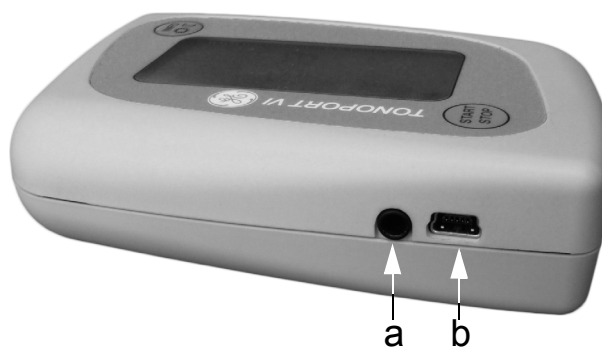

Рис. 5-1 Гнезда для кабеля подключения к ПК:
- с помощью кабеля 2001589-040, если используется USB-порт монитора TONOPORT VI (b, Рис. 5-1)
- с помощью кабеля 2001589-011, если используется последовательный порт монитора TONOPORT VI (a, Рис. 5-1)
Чтобы использовать USB-порт монитора TONOPORT VI (b, Рис. 5-1), необходимо сначала установить драйвер USB и проверить соединение, как описано ниже.